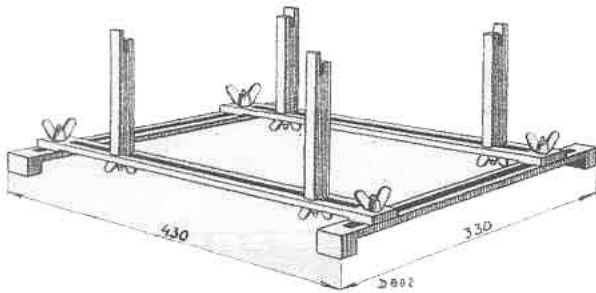

Fig. 1a
2. Utiliser pour les réparations un banc de montage, de manière que l'appareil étant tourné, sens dessus, dessous, ne puisse porter sur les boîtes de blindage. Par préférence on utilise un banc de montage universel comme représenté dans la figure 1a (No. de code 09.991.000.).